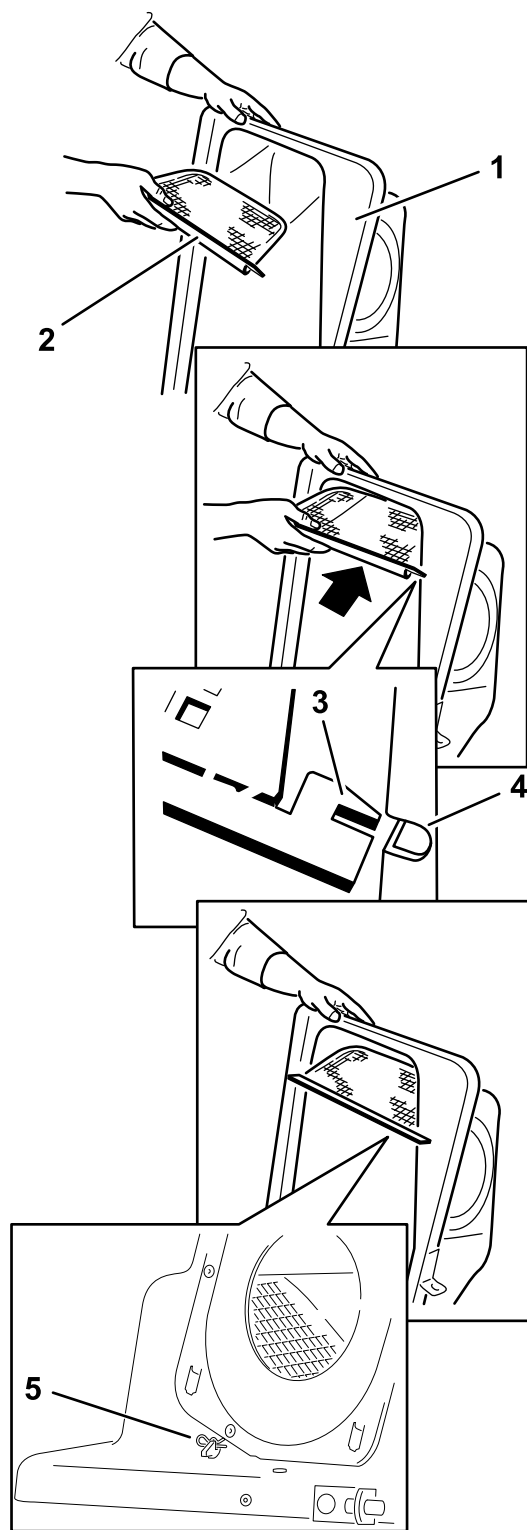

Figura 18
2. Instale la rejilla como se muestra en la Figura 18, de manera que quede inclinada hacia abajo, hacia las bolsas de recogida.